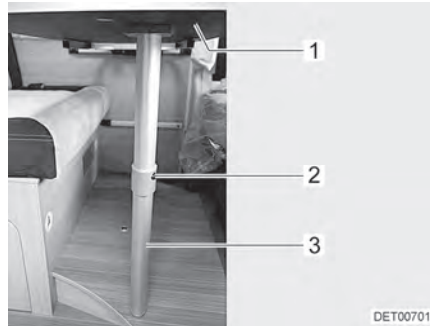

Bild 60 Sängstomme
- Lyft upp bordsskivan (Bild 60,1) något framtill.
- Tryck på låsknappen (Bild 60,2) och fäll upp den nedre delen av det ledade stödbenet (Bild 60,3) 90°.